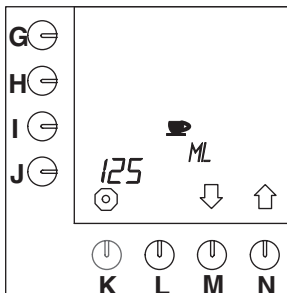

Fig. 24 Volume d'une tasse
- Appuyez sur la touche de sélection (N.)↑ jusqu'à ce que la fig.24 s'affiche sur l'écran de contrôle.